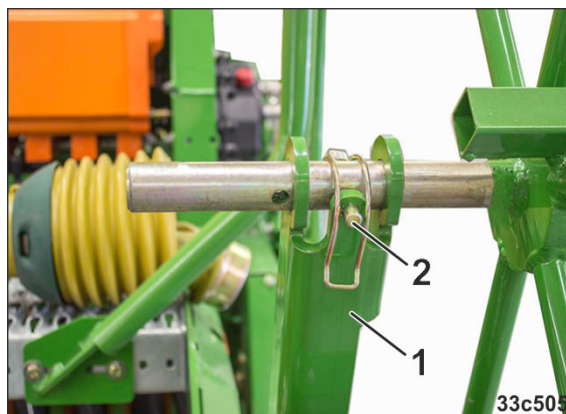

Fig. 145
1. Sortir la roue d'entraînement de son support de transport (Fig. 145/1). La roue d'entraînement est bloquée avec une goupille d'arrêt (Fig. 145/2).